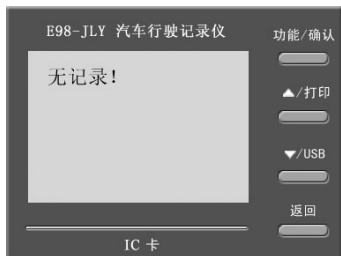
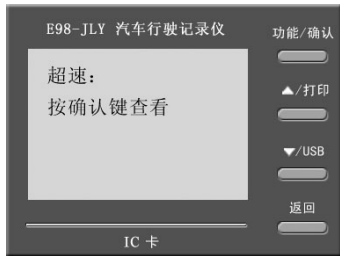

图 17
图 18
- 1) 操作步骤：先按“功能”键，再按“▲”或“▼”选择到“疲劳驾驶记录”项，按“确认”键显示第一次疲劳驾驶的年、月（如图 16），再按“▼”显示起始的年、月、日、时、分，再按“▼”显示终止的年、月、日、时、分（最多查看 14 条记录）。当司机无疲劳驾驶时，显示为“无记录”。（如图 17）
- 1) 操作步骤：先按“功能”键，再按“▲”或“▼”选择到“超速记录”项，当屏幕显示“请按确认键查看”时（如图 18），按“确认”键可查看第一次超速的最高车速和超速时间，按“▼”可查看下一条记录（可查看最近 7 条）。当该车无超速记录时，显示为：“无记录”（如图 17）。